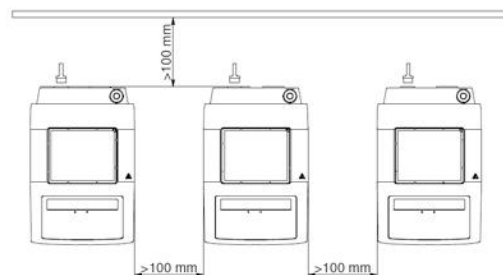

Fig. 2
- Respectați distanțele minime între aparate, între aparat și pereți, precum și distanța deasupra montajului (min. 800 mm), consultați fig. 2.